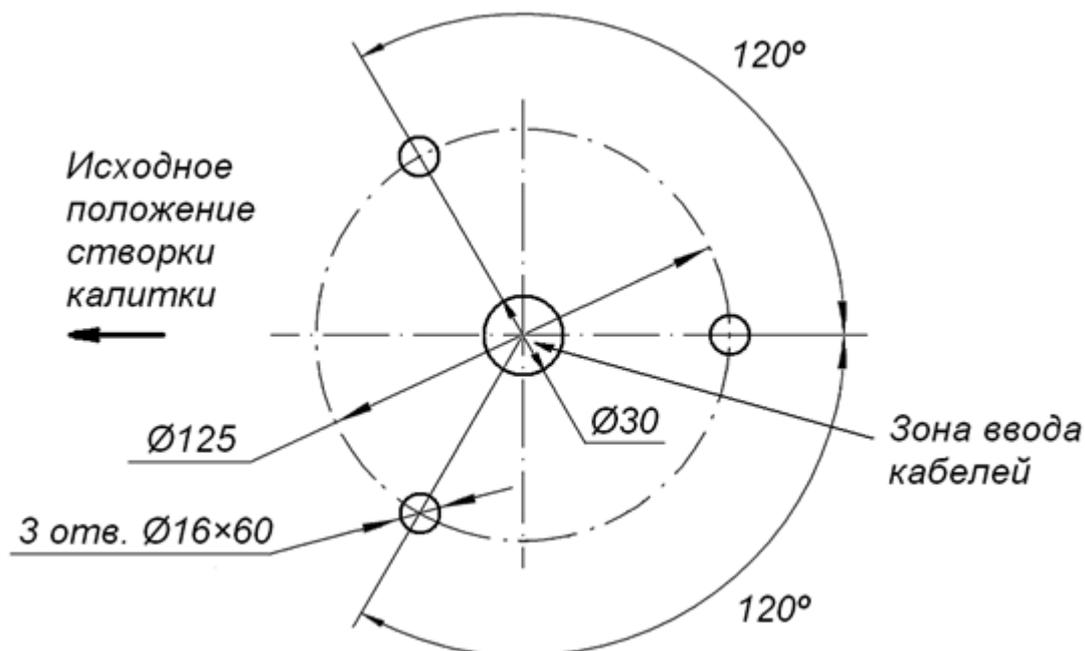
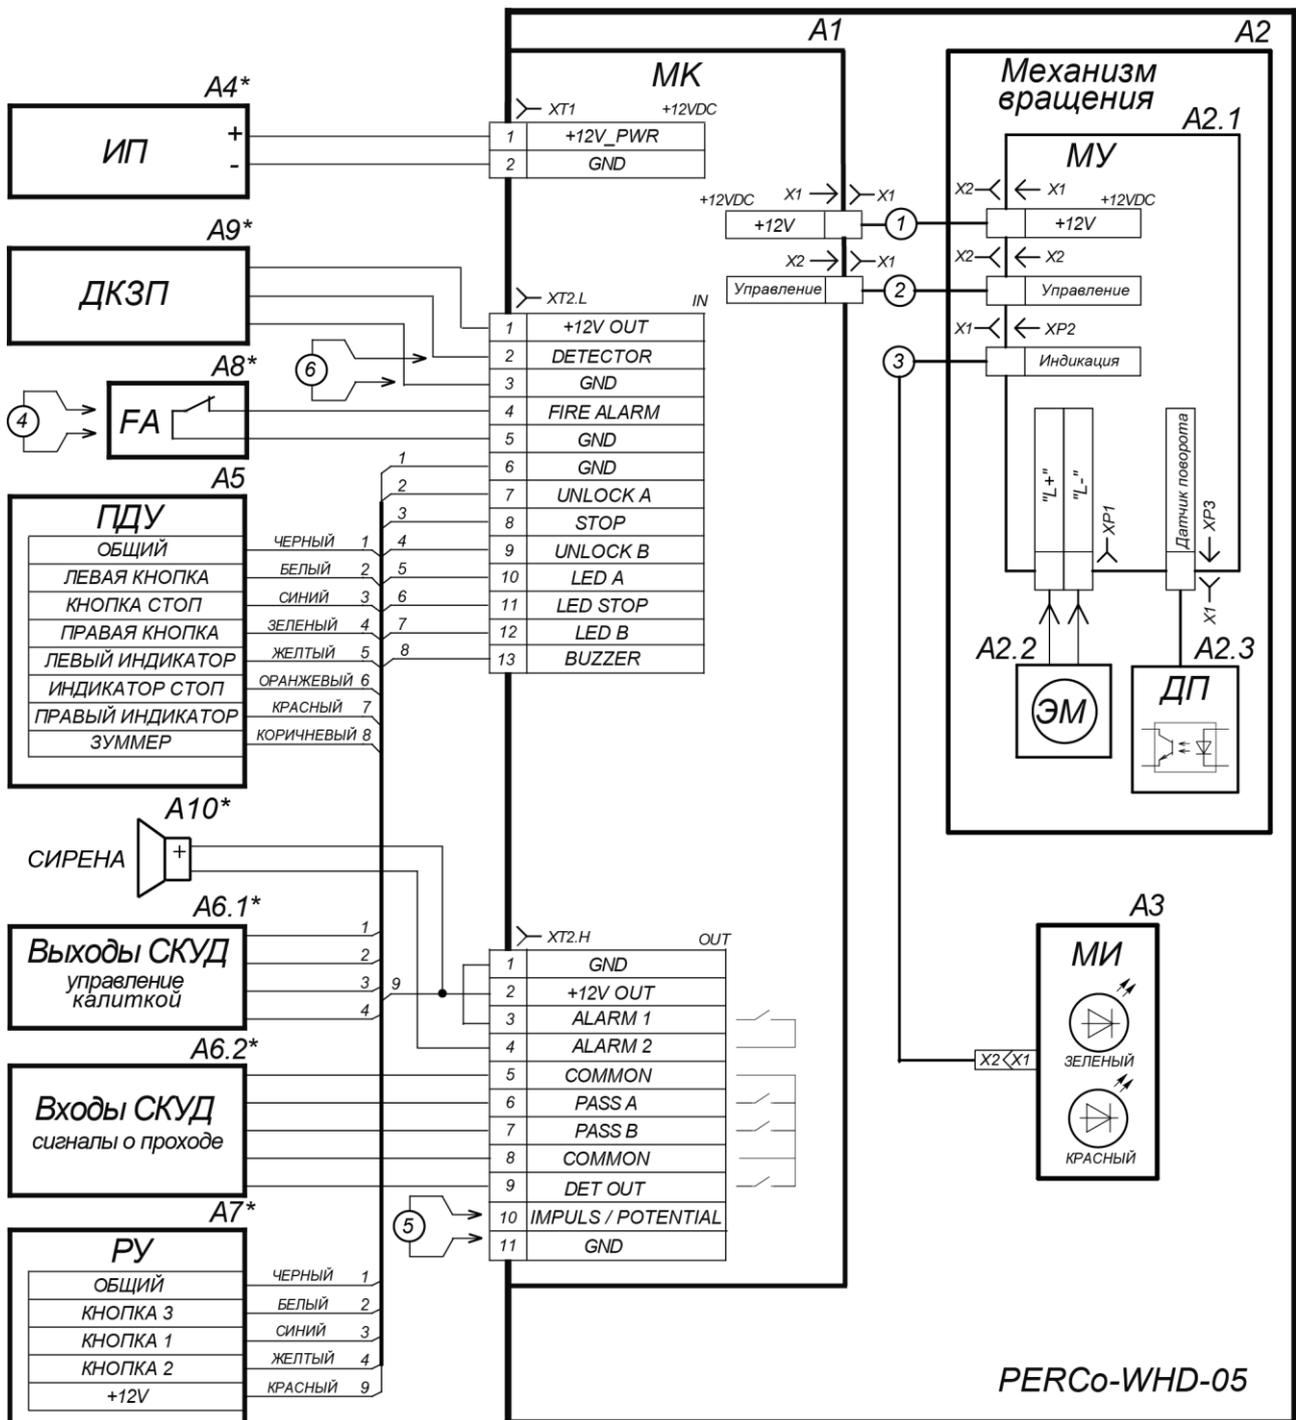

Рисунок 9. Схема разметки для монтажа калитки¹
Рисунок 10. Схема электрических соединений МК (обозначения к схеме приведены в табл. 3)
4. Выполните разметку и разделку отверстий под анкерные болты на установочной поверхности в соответствии с рис. 9.
7. Извлеките кронштейн (6) с МК (7) из стойки калитки через отверстие в основании.
8. Подключите к МК кабели ПДУ (СКУД/ устройство РУ) и ИП согласно схеме, приведенной на рис. 10.
9. Установите кронштейн (6) с МК (7) на место.
11. Установите стойку калитки (1) на гильзы анкеров и закрепите ее анкерными болтами; при установке контролируйте вертикальность положения стойки с помощью уровня.
Таблица 3. Обозначения к схеме на рис. 10